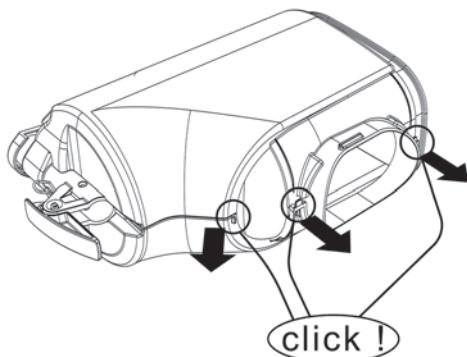

figura 13
- 1** Abra las dos partes (debe oírse un clic). (ver figura 13).